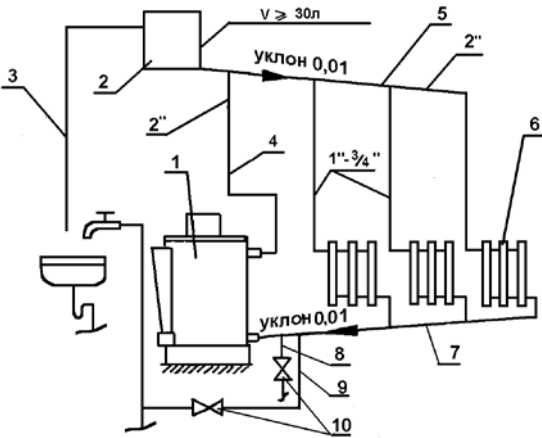

Рис. 4 Схема системы отопления.
6.12. Заполните систему отопления и котел водой. Контроль заполнения системы отопления осуществляется по трубе сигнальной 3 (Рис.4). Категорически запрещается установка запорной арматуры на стояке, идущем от котла.
8.4. В случае прекращения работы котла в зимнее время на продолжительный срок (свыше суток) полностью слейте воду через вентиль сливной магистрали 8 (Рис.4) во избежание ее замерзания.